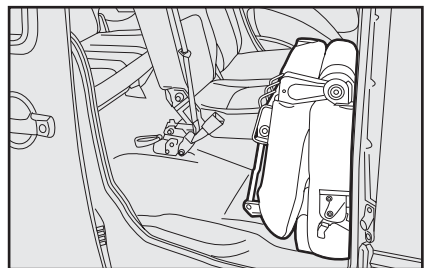

рис. 59c
- поднимите сиденье (рис. 59c).